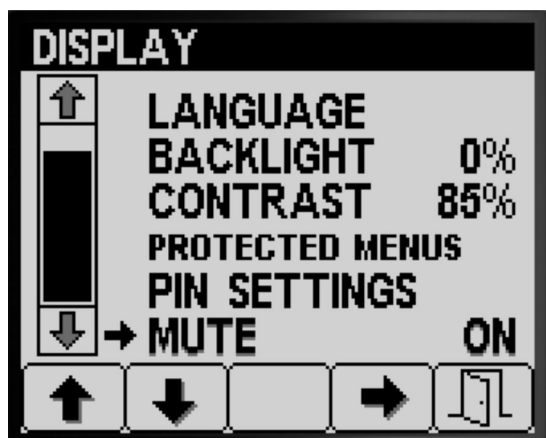

図 30
1. ボタン 1 と 2 でミュートオプション間の移動 図 30。